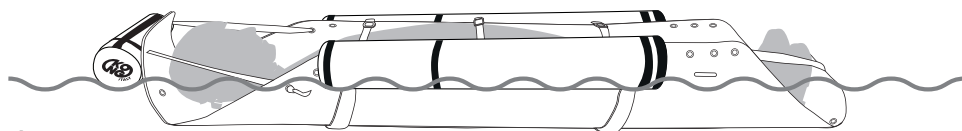

Fig.19
- **Trasporto fluviale (fig. 19)**